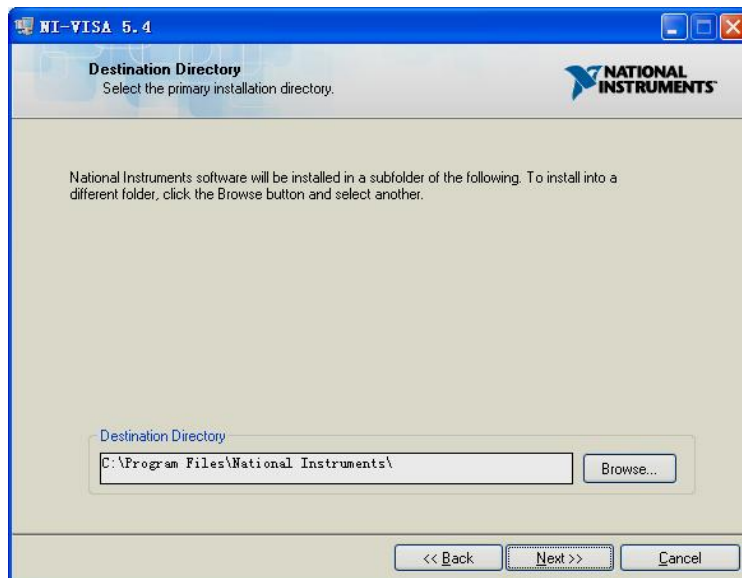

Рис. 8.35. Окно ввода пути установки ПО NI-VISA.
4. Задать путь установки ПО, путь по умолчанию — «C:\Program Files\National Instruments\», но можно его изменить. Нажать «Next», появится диалоговое окно, показанное на рис. 8.35.